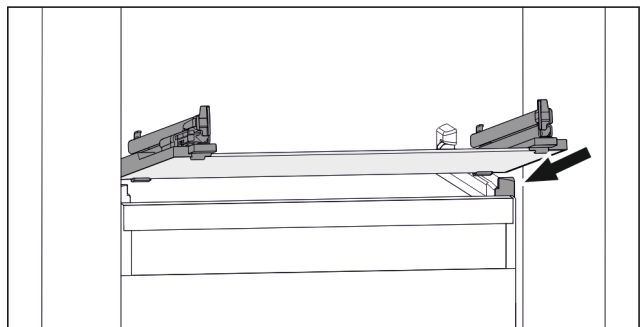

Fig. 89 Beispielhafte Darstellung der Glasplatte
- ▶ Glasplatte schräg hinter den Stopperrn aufsetzen. (siehe *Fig. 89*)